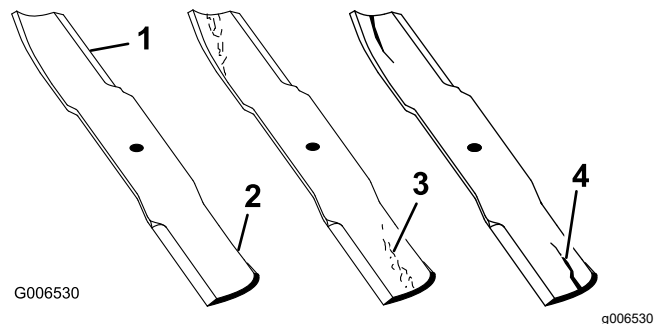

Figure 111
2. Examinez attentivement les tranchants de la lame, particulièrement au point de rencontre de la partie plane et de l'ailette, comme montré à la Figure 111.
Remarque: Le sable et les matières abrasives peuvent éroder le métal à cet endroit, c'est pourquoi il est important de contrôler l'état de la lame avant d'utiliser la tondeuse. Remplacez la lame si elle vous semble usée (Figure 111).